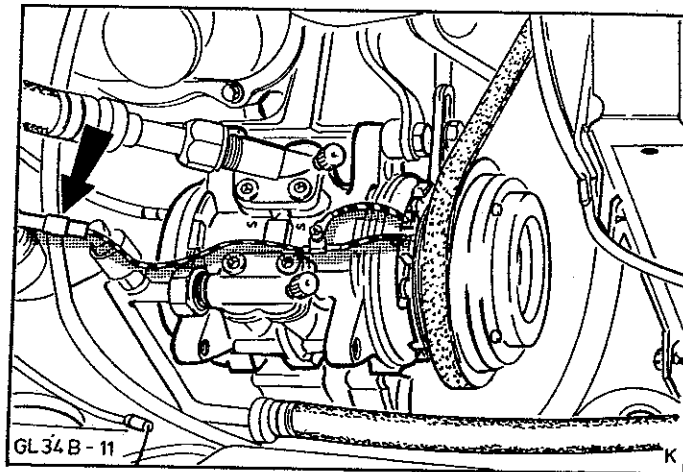

Abb.43 Kabel von der elektrischen Kompressorkupplung abziehen
3. Kabel von der elektromagnetischen Kompressorkupplung abziehen, Abb.43 und Keilriemen vom Kompressor abnehmen, (3 Schrauben).